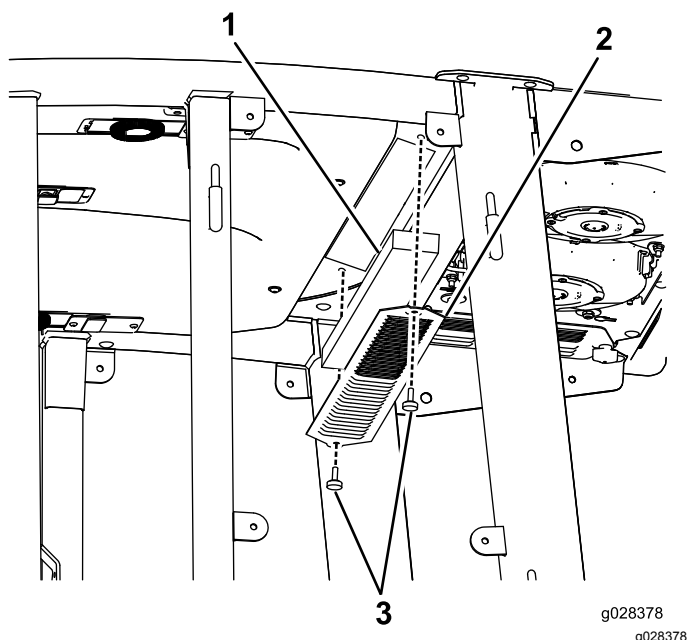
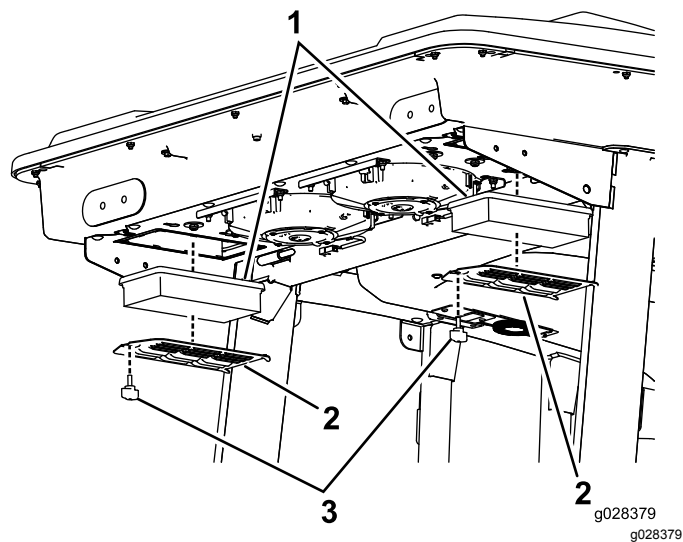

図 92
図 93
1. 室内用と後部用のエアフィルタからねじを外して格子を外す 図 92と図 93。